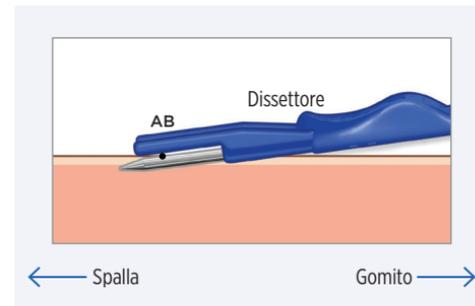

Figura 3
3. Con le punte dei fermi di profondità sulla pelle e il dissettore smusso nello spazio sottocutaneo, abbassare l'angolo di entrata nella pelle a circa 5-10 gradi (Figura 3), facendo attenzione che le dita non si trovino sotto lo stelo di metallo o le parti di plastica dello strumento, poiché ciò creerebbe un angolo maggiore.
4. Muovere il dissettore smusso verso la spalla mantenendo le parti di metallo e di plastica dello strumento in stretto contatto con la pelle, per garantire l'angolo più piccolo possibile della tasca rispetto alla pelle (Figura 3).